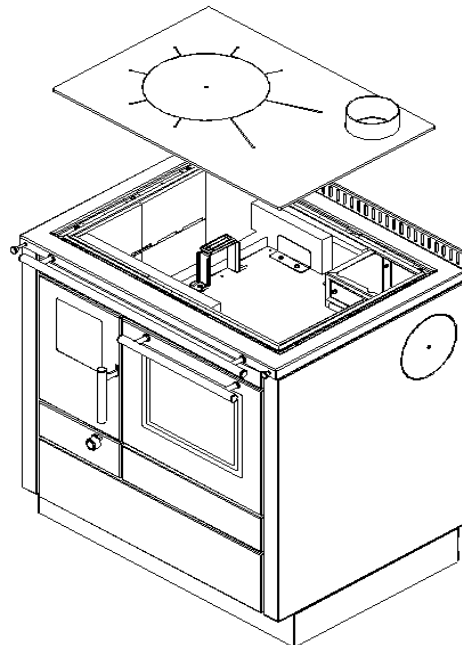

Abbildung 7 - Abnehmen der oberen Platte (oder der Glaskeramikplatte)
1. Abnehmen der oberen Platte (oder der Glaskeramikplatte) - Abbildung 7.